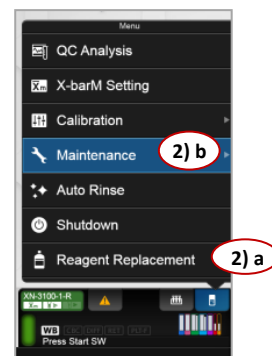

Figura 1 - XN-IPU
- 1) A partir do menu principal, selecione o ícone do instrumento no canto inferior esquerdo da tela. Consulte a Figura 1.
- a. Selecione "Reagent Replacement". Consulte a Figura 1.
- a. A partir do menu principal, selecione o ícone do instrumento no canto inferior esquerdo da tela. Consulte a Figura 1.
- b. A partir do menu do instrumento, selecione "Maintenance". Consulte a Figura 1.